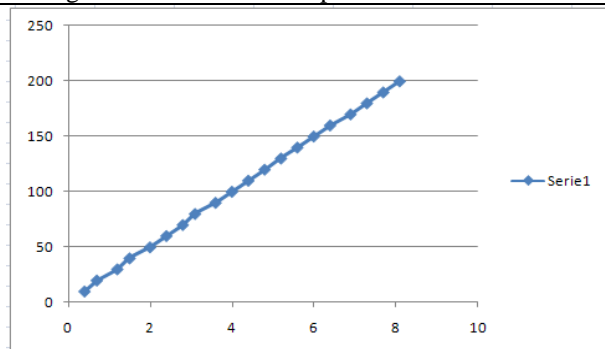

Figura 6 – Finestra Excel grafico grezzo
- Cliccare su  di Valori Y serie e comparare di nuovo  e ripetere la stessa operazione fatta sopra per i dati da inserire sull'asse delle ordinate (i valori contenuti nelle caselle A3:A22), comparare il grafico grezzo di figura 6.